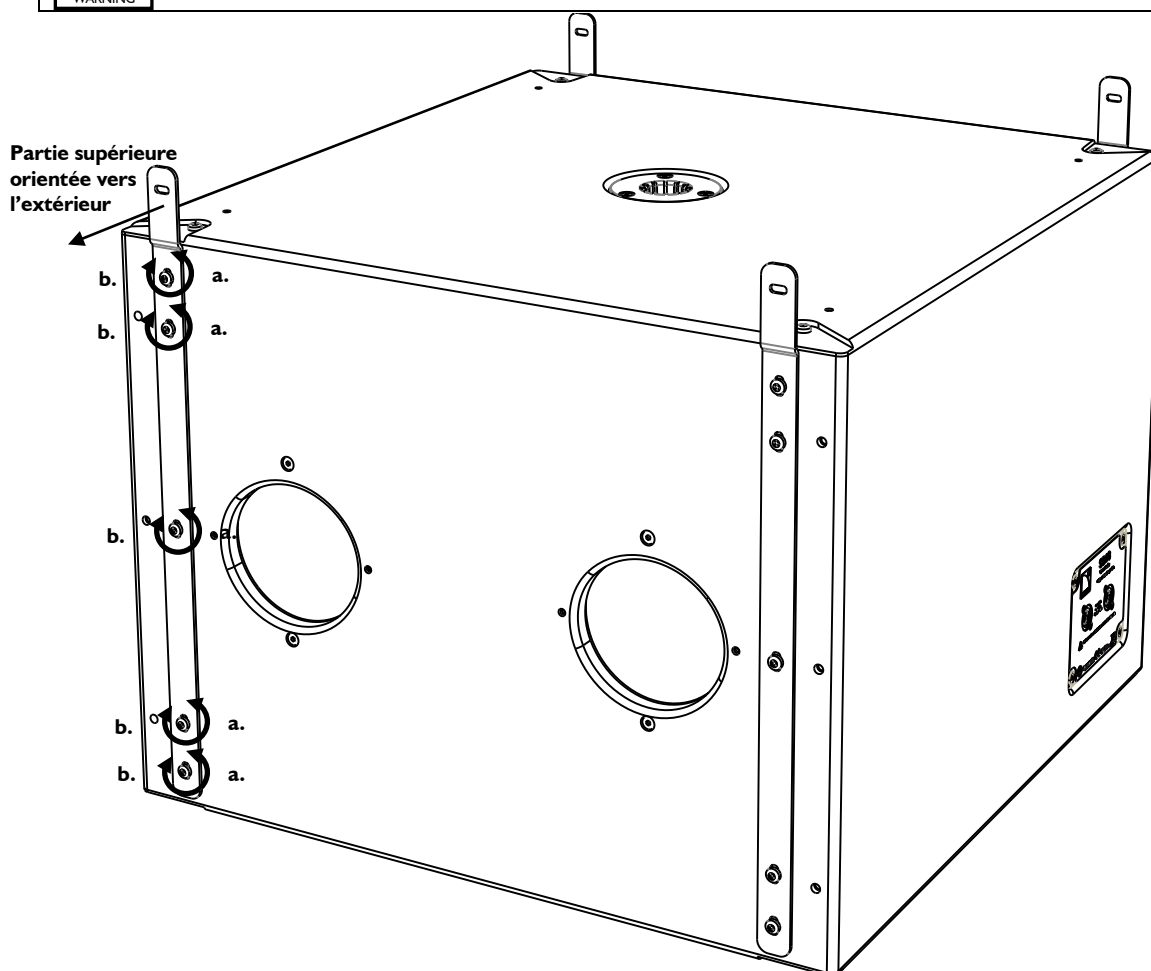

Figure 25 : Montage de quatre bras sur un premier SB18i
- b. Positionner un bras comme indiqué en Figure 25 et réintroduire les 5 vis sans serrer. **Note** : Les quatre bras sont identiques et peuvent être identifiés par le nombre 611 gravé sur chacun d'eux.